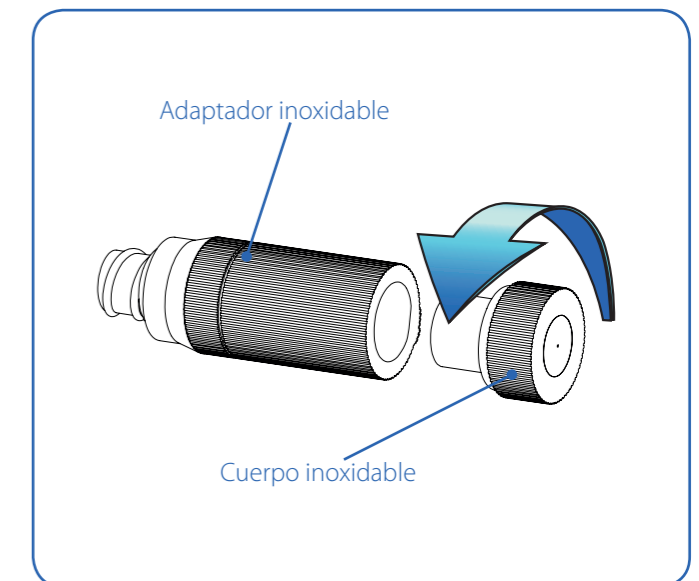

Fig. 49. Desmontar las boquillas.
- Desenroscar el cuerpo inoxidable del adaptador, con cuidado de no perder los componentes alojados en el interior (la pieza giratoria, el muelle con la esfera de goma y el filtro) Fig.49.